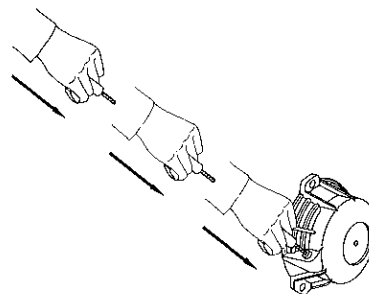

Fig. 3
- Au moyen du réenrouleur: tirer énergiquement sur la corde. Après avoir tiré la poignée, ne pas la lâcher, mais l'accompagner jusqu'au support (voir fig. 3). Si le réenrouleur ne fonctionne pas, déposer ce dernier, le moteur peut alors être lancé au moyen de la corde.